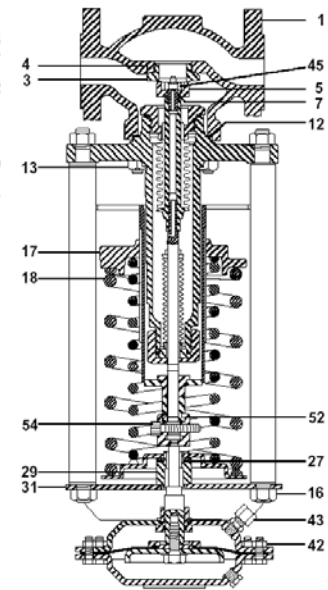

Fig.12 DN25 à DN50
3.4.6. Remplacement du roulement à aiguilles (Fig. 12)